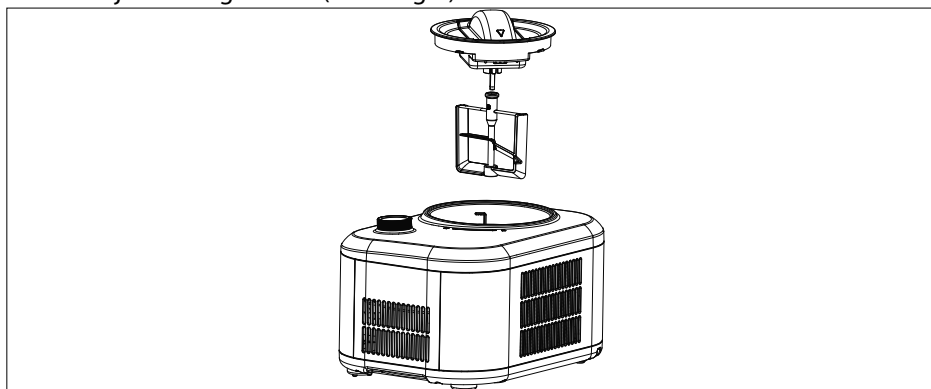

Fig. 7
- ▶ Coloque los componentes montados en el paso anterior en el aparato o en la bandeja de refrigeración (véase fig. 7).